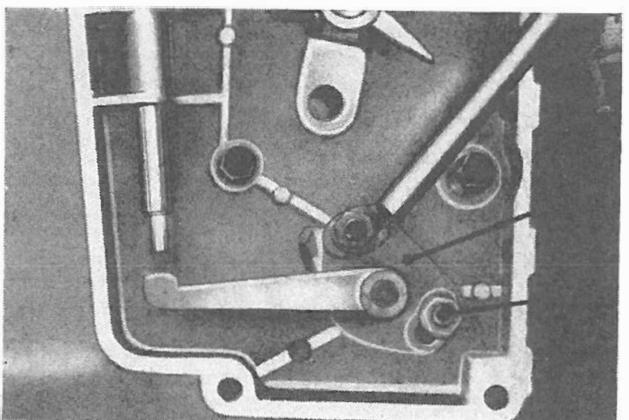

Fig. 90
- Allentare i dadi E e ruotare completamente il supporto eccentrico D in senso antiorario nelle asole (Fig. 90).
1. Loosen nuts E and fully rotate eccentric support D counterclockwise in holes (Fig. 90).
- Désserrer les écrous E et tourner complètement le support excentrique D dans les boutonnières, en sens inverse d'horloge (fig.90).